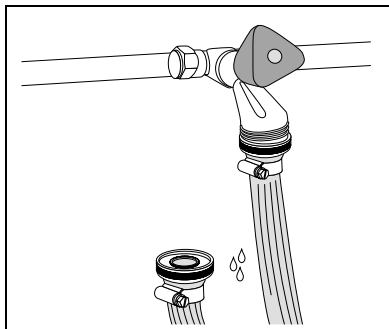

Bild 12 Fyll slangen
- Anslut slangen till vattenanslutningen och fyll den med vatten (→ bild 12).